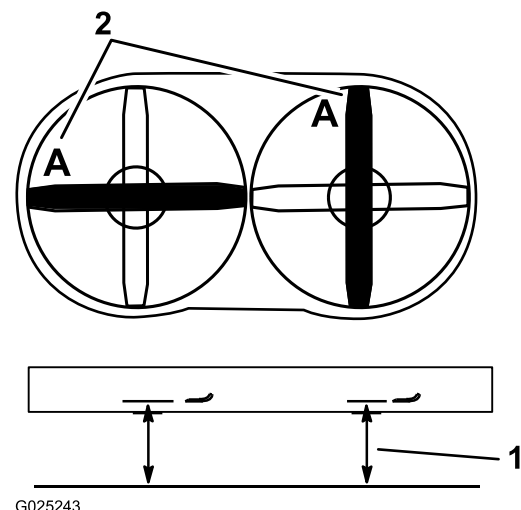

Figura 63
3. Gire una cuchilla, según se muestra en Figura 63.
4. Mida desde una superficie nivelada hasta el filo de corte, con la cuchilla en la posición **A** (Figura 63). Anote esta dimensión.